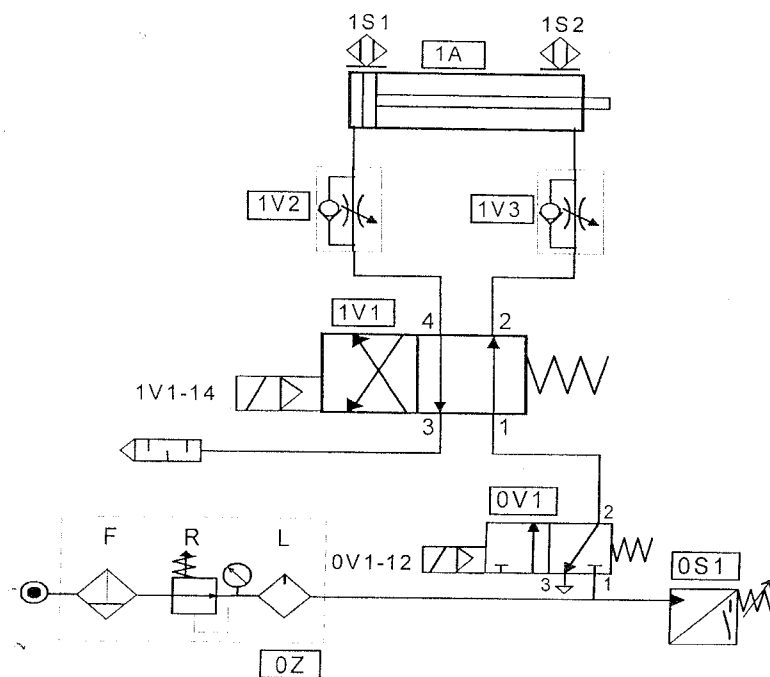

Figure 3 : Circuit de puissance pneumatique
4. Soit le schéma de puissance pneumatique d'un système de séchage de pièces (*figure 3 page 5*).